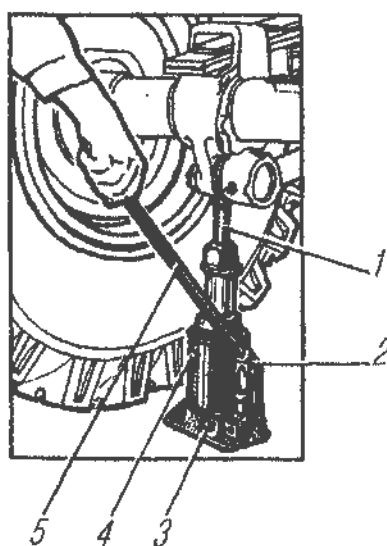

Рис. 112. Пользование домкратом:
- установите домкрат в нужное положение, выверните винт 1 (рис.112) на требуемую величину, при слабом грунте для увеличения площади опоры предварительно положите под основание домкрата прочную доску или другой плоский предмет;